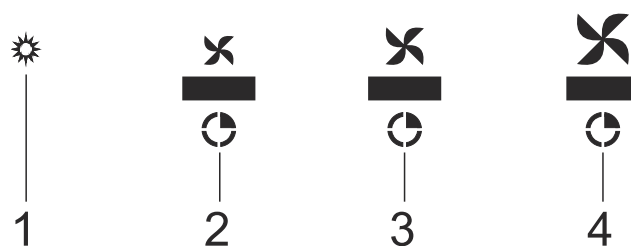

Fig. 15
1. ➔ Appuyez ce bouton pour allumer ou éteindre la lampe (Fig. 15 /1).
2. ➔ Appuyez sur ce bouton pour faire fonctionner le produit à la première vitesse (Fig. 15 /2).
3. ➔ Appuyez sur ce bouton pour faire fonctionner le produit à la première vitesse (Fig. 15 /3).
4. ➔ Appuyez sur ce bouton pour faire fonctionner le produit à la première vitesse (Fig. 15 /4).
5. ➔ **Minuterie** : Une fonction de minuterie de 15 minutes est activée. Lorsque cette fonction est activée, le voyant de la touche clignote et, après 15 minutes, le moteur s'arrête automatiquement (Fig. 15 /2,3,4)